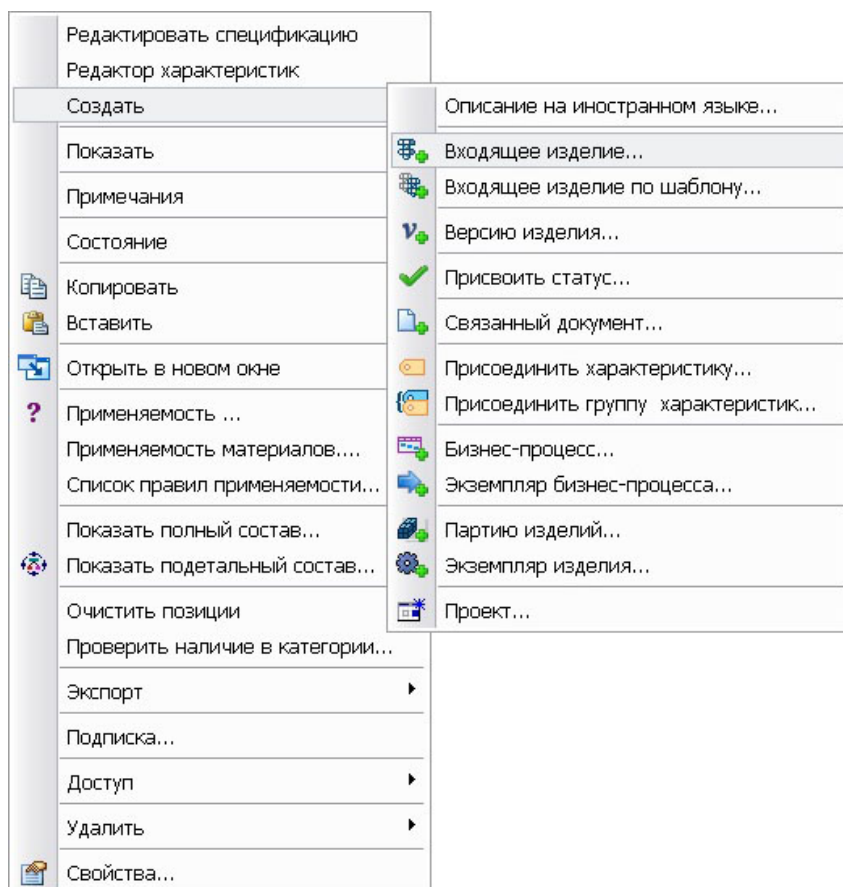

Рис. 40
2. В появившемся контекстном меню выберите команду **Создать → Входящее изделие...** (Рис. 40).